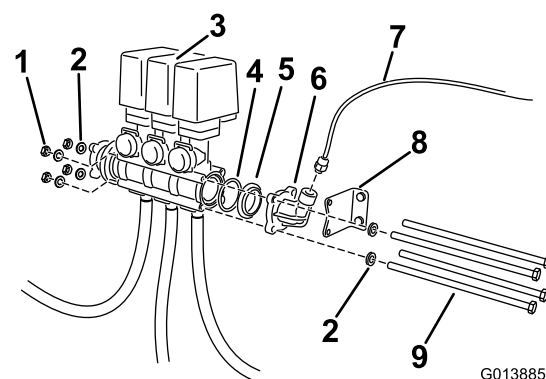

図 5
3. バルブ・アセンブリを固定している長いボルト・ナット類を外す (図 5)。
4. 水圧計ポートと、オス・オス・アダプタを取り外す (図 5)。